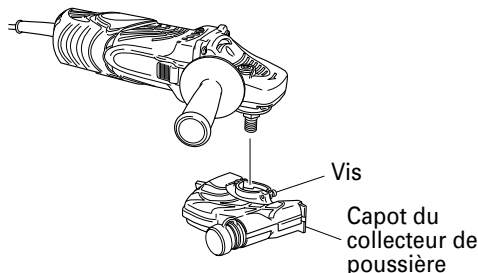

Fig. 2
6. **Fixation et réglage du capot du collecteur de poussière.** (Fig. 2)